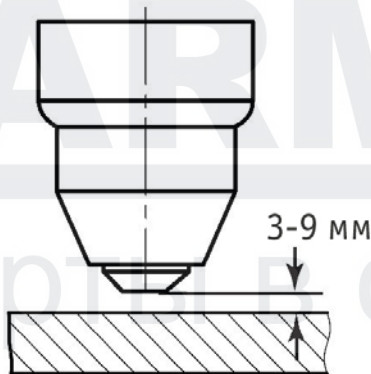

Рис. 9.6. Выбор расстояния от сопла плазмотрона до разрезаемого изделия.
- **Расстояние до разрезаемого изделия (См. рис. 9.6).**